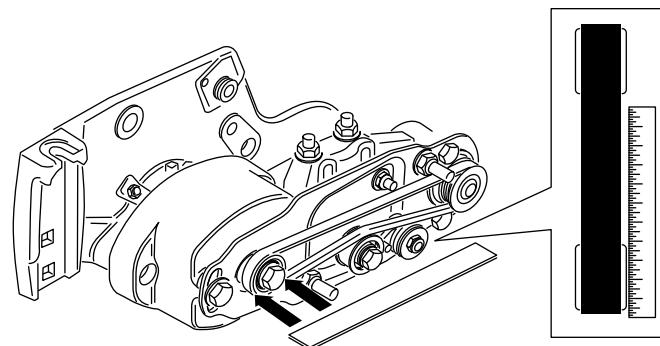

Рисунок 17
- Установите проверочную линейку на наружную поверхность **ведущего** шкива (Рисунок 17). Не устанавливайте проверочную линейку на ремень и ведомые шкивы.